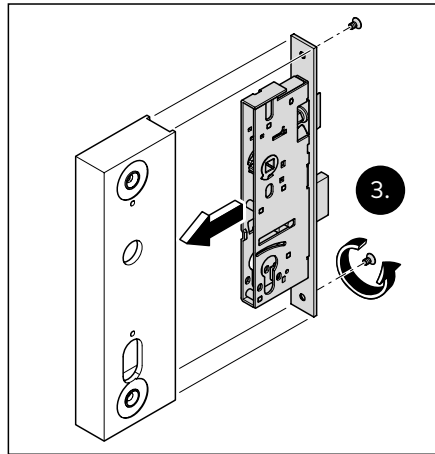

Abb. 30 Den Schlosseinsatz in die Schlosstasche schieben und fixieren
3. Den Schlosseinsatz in die Schlosstasche schieben und fixieren (Abb. 30).